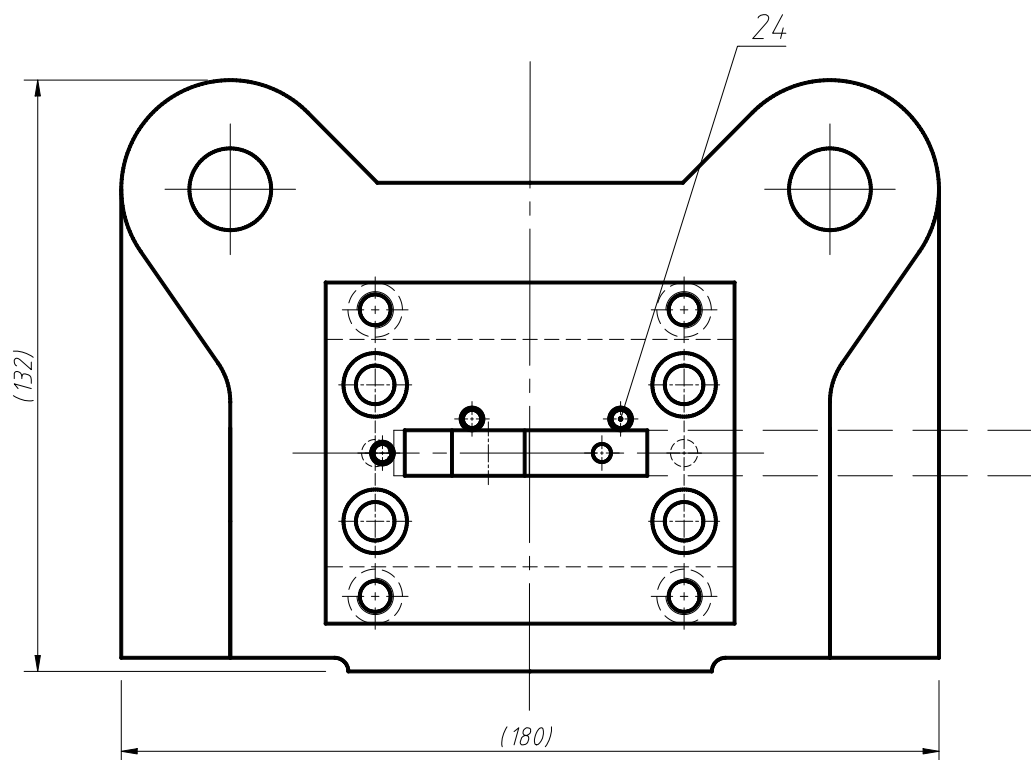

图6 冲裁模具装配示意图
2) 完成冲裁模具组装与调试，模具装配示意图如图 6，明细表见表 3。